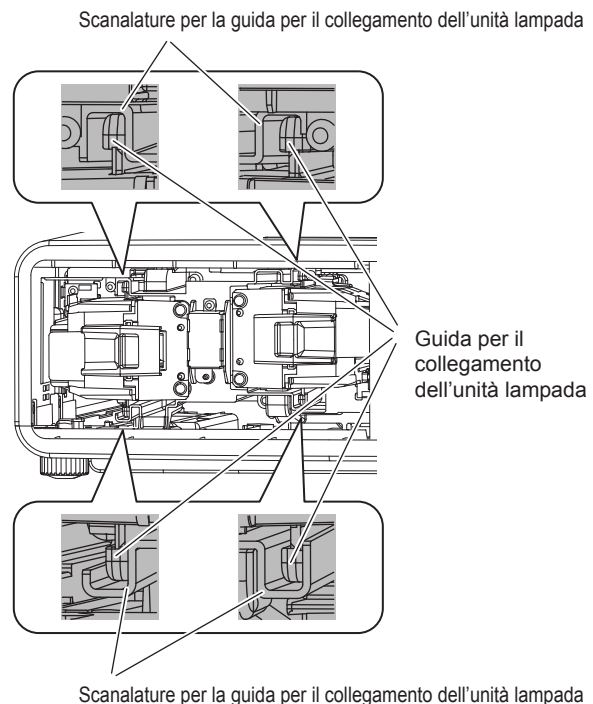

Fig. 3
4) Premere verso l'interno la nuova unità lampada facendo attenzione alla posizione di inserimento. (Fig. 3)